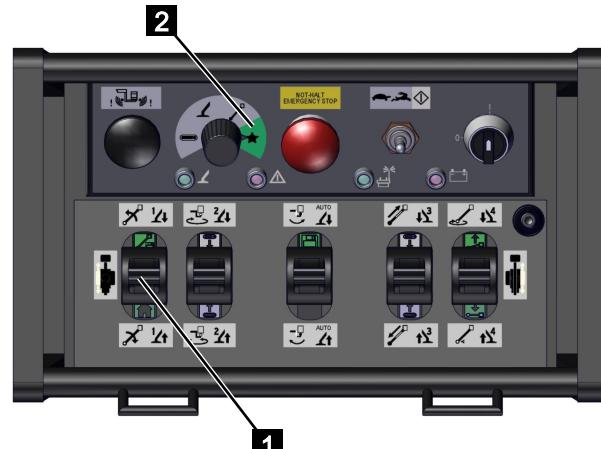

Abb. 150
3. Den Funktionswahlschalter an der Funksteuerung auf [Sonderfunktion] (grün) (Abb.150/2) stellen.
4. Den Steuerhebel (Abb.150/1) nach hinten ziehen und halten bis die Abstützungen eingefahren sind.